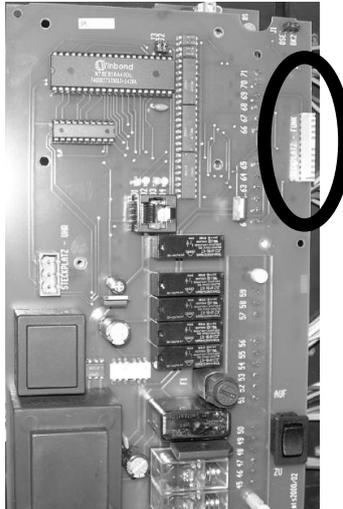

Abb. 3: Steckplatz Funk mts2000/2
- Funk auf den Steckplatz (Abb. 3) aufsetzen.